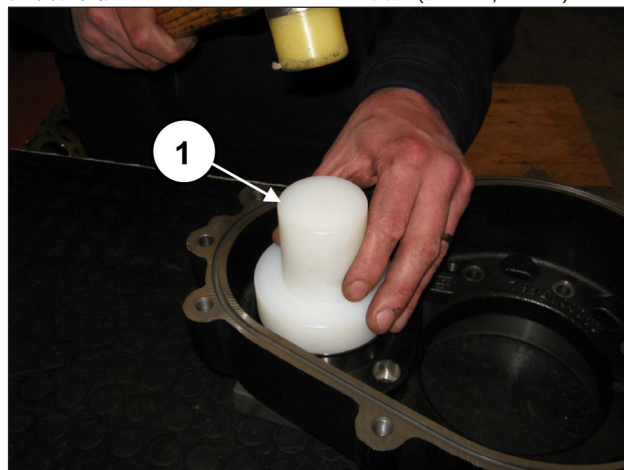
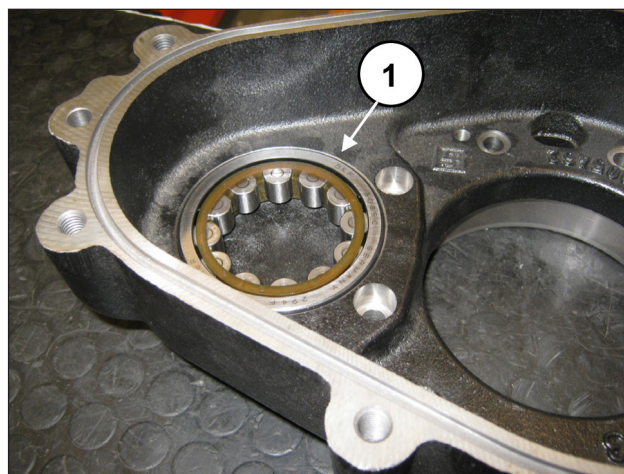

图 53
图 54
使用代码27604900的工具 (位置①, 图 53)将齿轮轴承外圈预装在变速箱壳体上, 直到它完全就位(位置①, 图 54)。